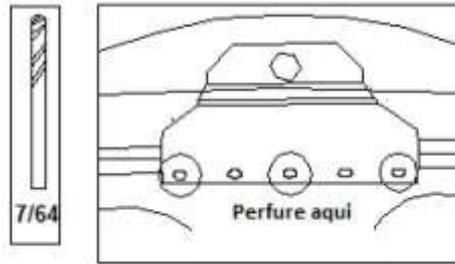

Figura 12 - Local das furações
I) Posicione o conjunto de fixação no teto do veículo e faça a marcação dos furos selecionados no batente da porta conforme a Figura 12 abaixo. Após isso, retire o sinalizador da parte superior do veículo e faça a furação nos locais selecionados utilizando uma broca de aproximadamente 7/64". Após a furação, aplique o silicone selante (RTV) nos furos. Repita este procedimento para o outro lado do veículo. Prenda novamente o fixador no teto do veículo e insira um rebite de alumínio 4,8 X 16,5mm (obs.: o rebite pode variar conforme o modelo de aplicação, utilize o rebite fornecido junto do kit, caso contrário, entre em contato com a assistência técnica para mais informações a respeito de qual utilizar).